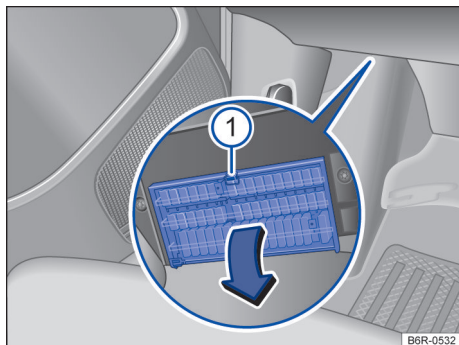

Fig. 117 No lado do condutor embaixo do painel de instrumentos: abrir a cobertura da caixa de fusíveis.
- **Abrir:** pressionar a alavanca de travamento → Fig. 117  até que a cobertura se abra.